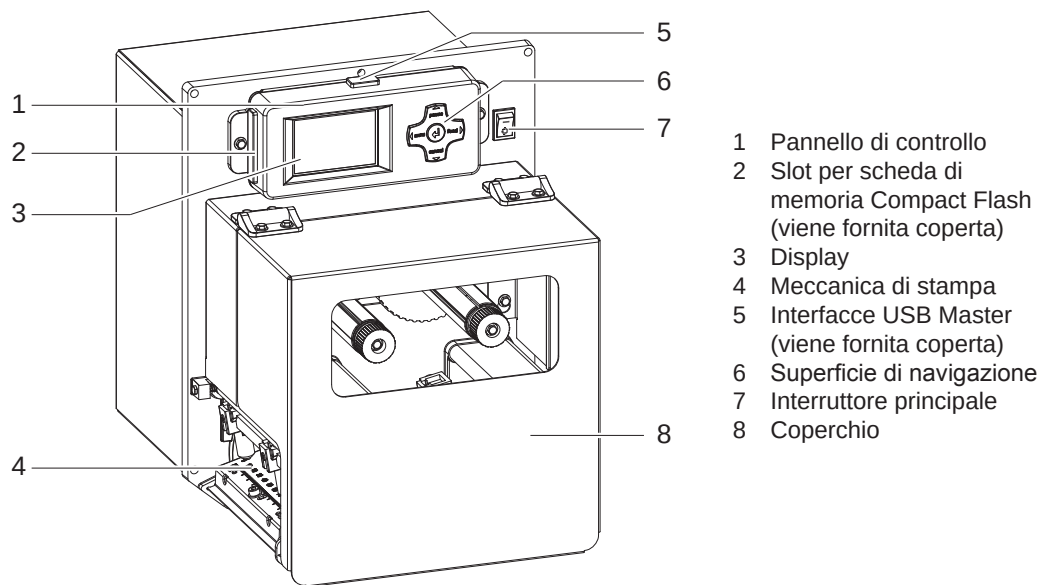

Figura 2 Profilo
- ▶ Accendere il modulo di stampa dall'interruttore di rete (7 / Figura 2) .